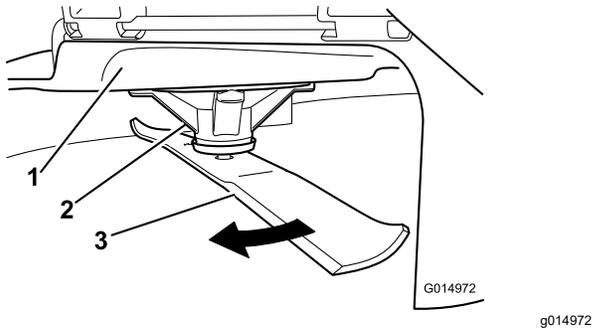

Figura 104
2. Llevando guantes fuertemente acolchados u otro tipo de protección apropiada para las manos, gire la cuchilla lentamente hasta una posición que permita medir la distancia entre el filo de corte y la superficie nivelada en la que descansa la máquina (Figura 104).